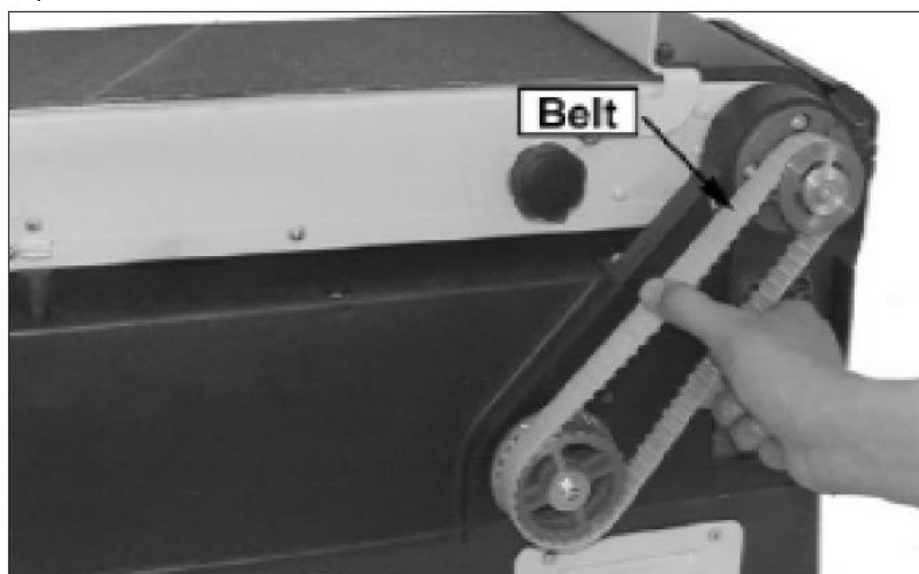

Рис. 22
3. Ослабьте четыре винта с шестигранной головкой М8, чтобы шкивы сдвинулись настолько, чтобы на них можно было надеть ремень. Наденьте ремень на шкив двигателя и приводную балку, как показано на рисунке. (См. рис. 22)